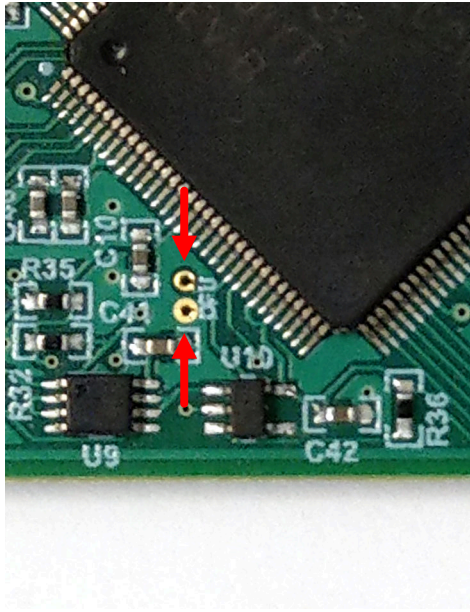

图 3-1. 用于手动进入 DFU 模式的测试点
- 使用一对镊子（或导线）短接标记为 *DFU*（如图 3-1 所示）的两个测试点时，按下并松开 RESET 按钮。